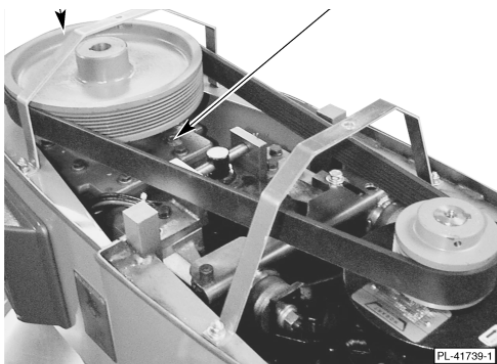

Figure 10.
- Placer un niveau à bulle sur le bord supérieur de la grande poulie (voir Figure 10). Glisser des cales sous la surface de contact de base du mixeur comme nécessaire, en mettant de niveau d'avant en arrière et d'un côté à l'autre.